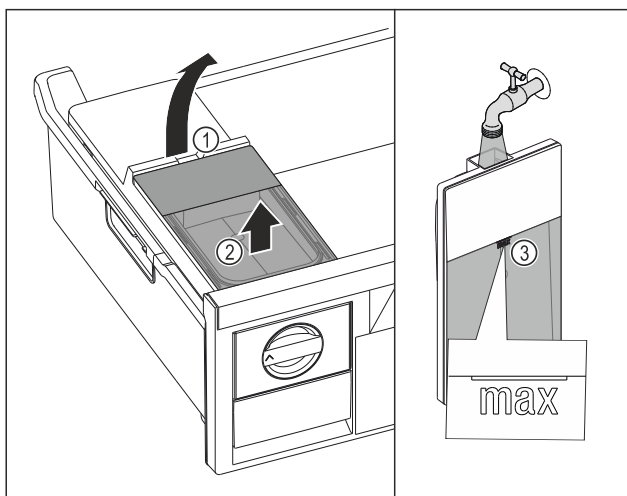

Fig. 151
- Підняти бак для води за заглиблення Fig. 151 (1).
- Вийняти бак для води рухом вгору. Fig. 151 (2)
- Наповнити бак для води питною водою до позначки Fig. 151 (3).